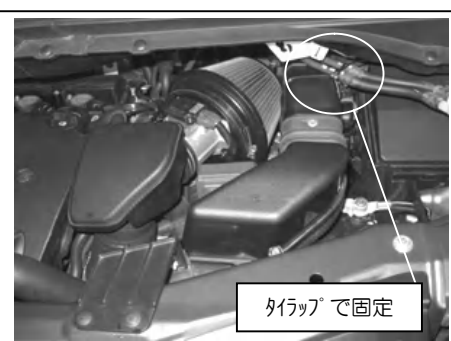

図 9
⑤各部に干渉が無いよう位置を調整し、全てのボルト、ナット、ホースバンドを締めます。
⑥コア本体をアダプターへ取り付けます。図 9 参照
⑦取り外した導入ダクトを取り付ける場合は、ダクトの出口部分を付属のタイラップ大、小で固定して取り付けてください。図 9 参照